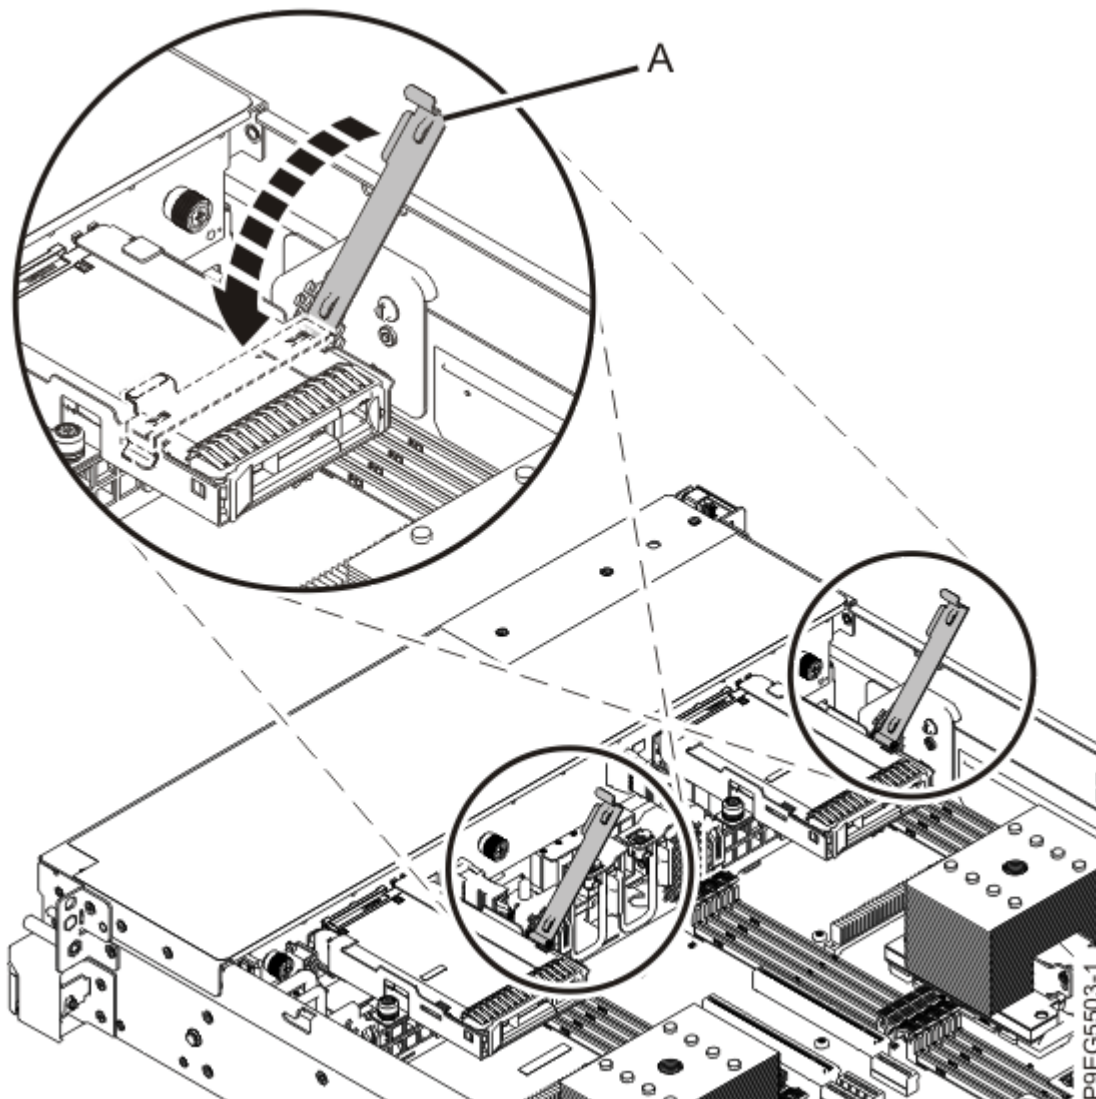

Abbildung 24. Laufwerkhalterung schließen
e) Schließen Sie die Laufwerkhalterung (**A**) über dem Laufwerk (siehe Abbildung 24 auf Seite 26).